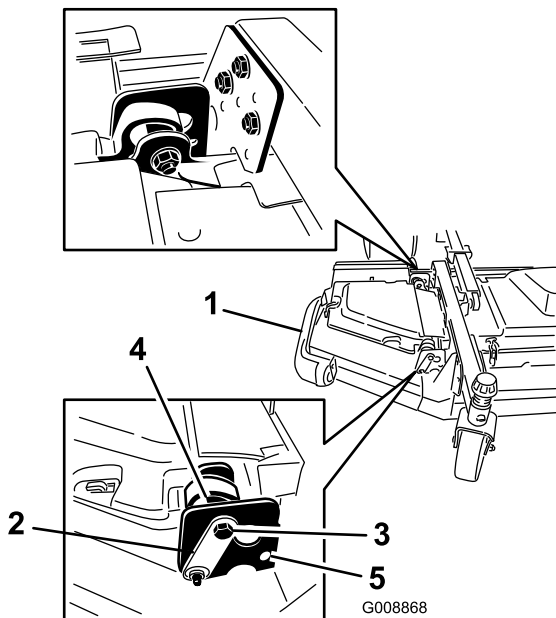

図 7
- 偏芯スペーサ (2枚) をウイングレットに固定しているボルトとナットをゆるめる (図 7)。
- ・ 後ろ側の（トラクションユニットに近い方の）偏芯スペーサを回して、外側のブレードの先端の高さが希望する刈高よりも 3mm 高くなるように調整する（図 7）。